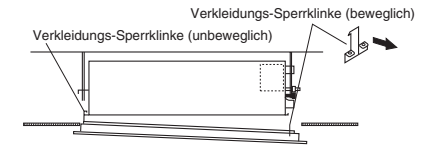

Abb. 7-22
- (1) Die Deckenverkleidung heben und die Sperrklinken der Verkleidung mit den entsprechenden Vertiefungen an der Inneneinheit zur Deckung bringen.
- (2) Zur Befestigung zunächst die unbewegliche Sperrklinke einhängen und dann an der gegenüberliegenden Seite nach oben drücken, um die bewegliche Sperrklinke eingreifen zu lassen, wie in Abb. 7-22 gezeigt.
Eine Seite der Verkleidung durch Drücken der Sperrklinke in Pfeilrichtung lösen. (Siehe Vorsicht.) Die Deckenverkleidung durch Aushängen der unbeweglichen Sperrklinke ganz lösen und abnehmen. (Abb. 7-22)